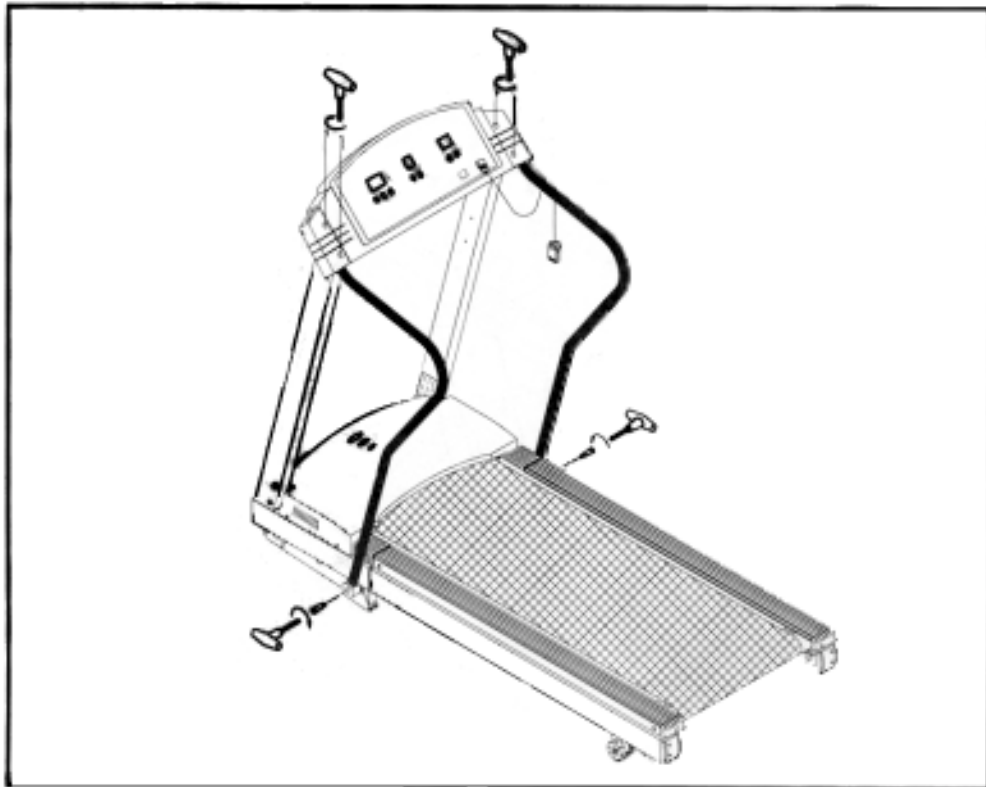

Fig.7
9. Indien de loopband is uitgevoerd met een handrails, dan bevestigt u deze, door eerst de onderkant lost-vast te zetten. Bevestig vervolgens de bouten aan de bovenkant en draai het geheel goed vast. (zie Fig. 7).